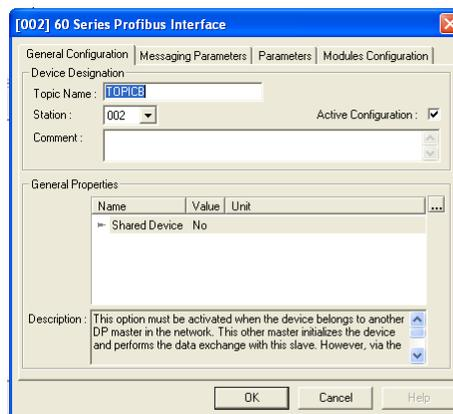

Figure 3
- Insérer ce dernier à la configuration en appuyant sur la flèche noire "Insert in Configuration" (qui apparaît au dessus de la liste de device library lorsqu'on sélectionne un modèle d'appareil). On obtient la fenêtre montrée à la figure 3.
- Dans l'onglet "General configuration" inscrire aux endroits appropriés le nom (ou conserver celui assigné par le logiciel) ainsi que le numéro de station sur laquelle le module est branché. La station choisie doit être la même que celle configurée physiquement sur le module. Si vous ne le connaissez pas, vous pouvez demander au configuration manager de le trouver pour vous. Pour cela sortir de la fenêtre de la figure 3 et dans la liste "device library" cliquer droit sur l'onglet "Network Detection" puis sélectionner l'option "Read Network Detection". Lorsque la détection du réseau a été complétée, les numéros des stations connectées s'afficheront. Il ne vous reste plus qu'à retourner dans l'onglet "General configuration" de la fenêtre de la figure 3 et compléter la configuration des stations.